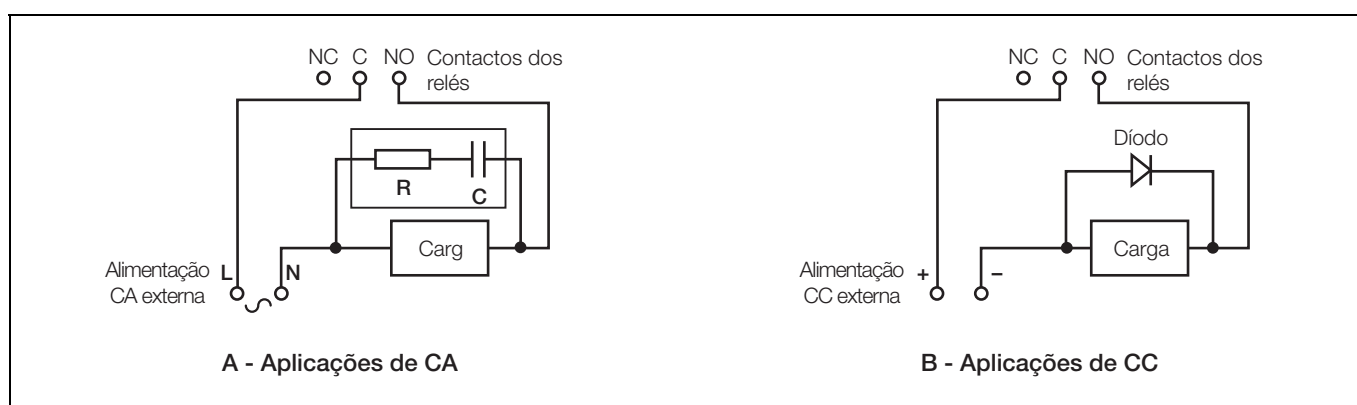

Fig. 6.6 Protecção dos contactos dos relés
6.3.1 Protecção dos contactos dos relés e supressão das interferências – Fig. 6.6
Se forem utilizados relés para activar e desactivar cargas, os contactos dos relés podem desgastar-se devido ao escorvamento. O escorvamento também gera interferências de radiofrequência (RFI), podendo provocar o mau funcionamento do analisador e leituras incorrectas. Para minimizar os efeitos de RFI, são necessários componentes de supressão de escorvamento: redes de resistências/condensadores para aplicações de CA ou díodos para aplicações de CC. Estes componentes deverão ser ligados através da carga – consulte Fig. 6.6.